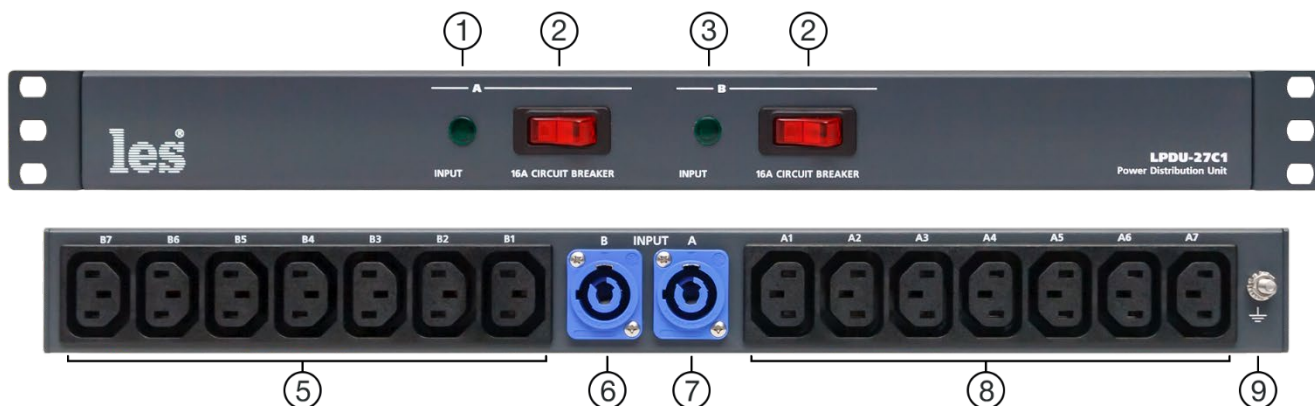

Рисунок 1
4. Подайте электропитание на вход LPDU, на передней панели устройства загорятся зелёным цветом светодиодные индикаторы (рис. 1). Индикаторы информируют о наличии напряжения на входе прибора, при этом на выходы LPDU напряжение не поступает.
5. Включите прибор выключателями на передней панели (рис. 1). На выходах прибора электропитание появится сразу. Выключатели загорятся красным цветом.
Каждый канал LPDU-27C1 защищён термо-предохранителем по входу. Предохранители встроены в выключатели прибора (рис. 1).